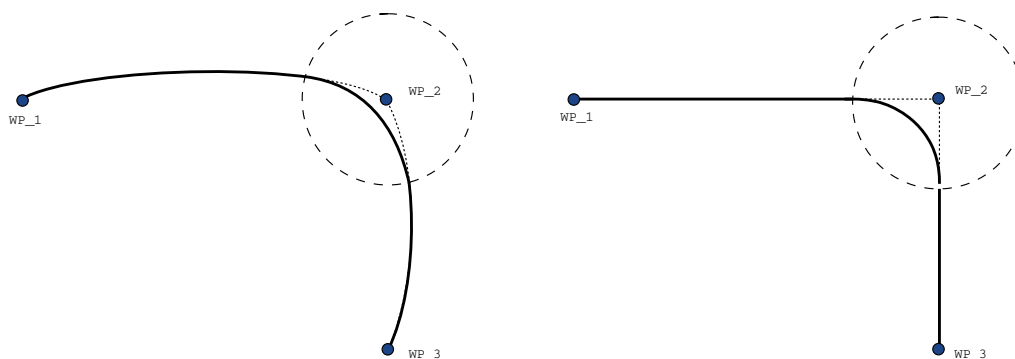

Figura 15.6: Movimento e união do espaço de articulação (MoveJ) versus o espaço cartesiano (MoveL).
- **Unões envolvendo MoveJ** Unões com MoveJ causam uma curva suave no espaço articu- lar. Isto vale para uniões de MoveJ para MoveJ, MoveJ para MoveL e MoveL para MoveJ. A união produz uma trajetória mais suave e mais rápida do que os movimentos sem uma união (ver figura 15.6). Se a velocidade e a aceleração são usadas para especificar o perfil de velocidade, a união permanece dentro do raio de união durante a união. Se usar tempo em vez de velocidade e aceleração para especificar o perfil de velocidade de ambos